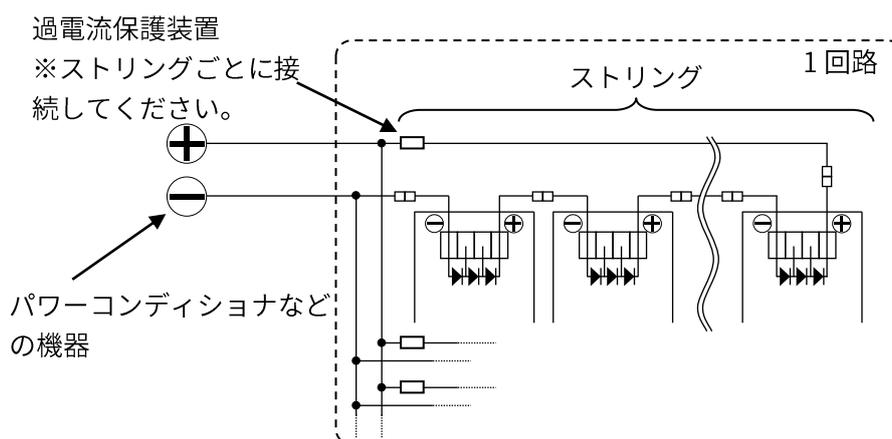

図 7. 3 本以上のストリングを並列接続する場合
### ① 2 本のストリングを並列接続する場合 (図 7)